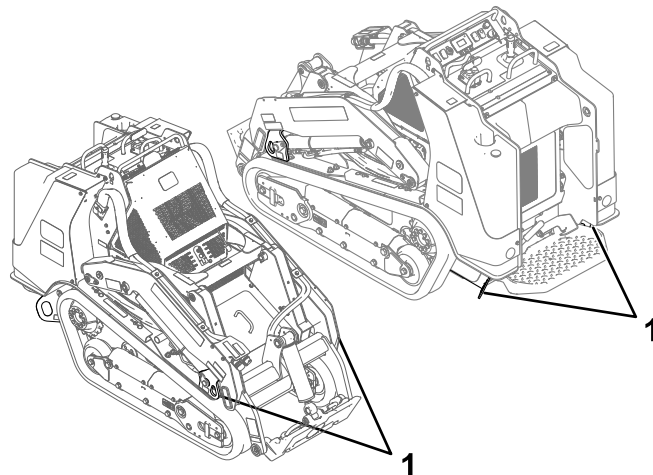

Figure 27
8. Servez-vous des points d'attache en métal de la machine pour l'arrimer solidement sur la remorque ou le véhicule de transport au moyen de sangles, chaînes, câbles ou cordes (Figure 27). Voir la réglementation locale concernant les exigences en matière d'arrimage.